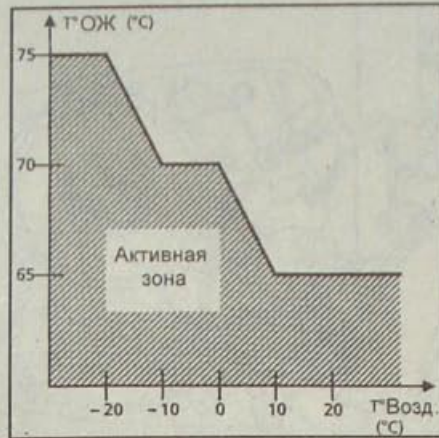

Рис. 3.25. График функционирования электромагнитного клапана ALFB в зависимости от температуры воздуха и охлаждающей жидкости
- температуры воздуха и охлаждающей жидкости при включении зажигания (см. рис. 3.25);